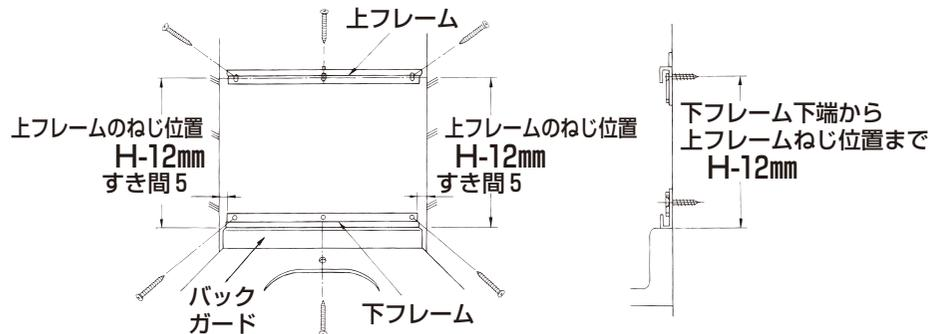

図1
- ビスが図1の位置になるよう上フレームを固定してください。